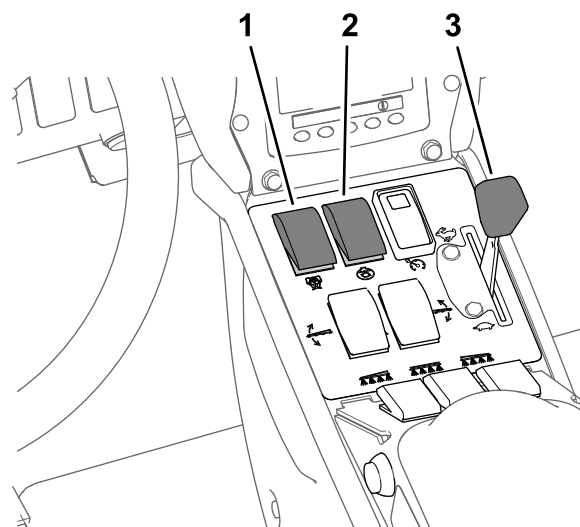

图 33
注意 此程序假定喷洒泵是打开的请参阅 以喷洒率模式喷洒 \(页码 26\) 中的图 33。
4. 调节节流阀到所需的发动机转速进行喷洒请参阅 以喷洒率模式喷洒 \(页码 26\) 中的图 33。